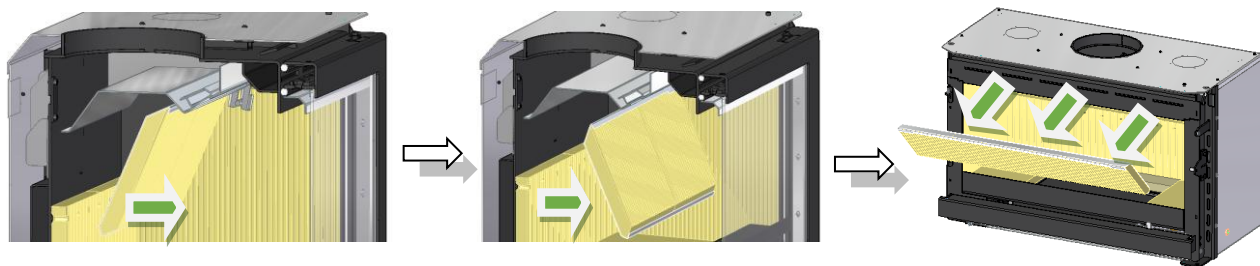

Figura 35 – Desmontaje del deflector de humos
2. Retire el canal de humo (B) empujándolo hacia la parte superior de la estufa (1). A continuación, mueva el canal de humo hacia delante (2), está suelto y retírelo moviéndolo hacia abajo (3), Figura 35.